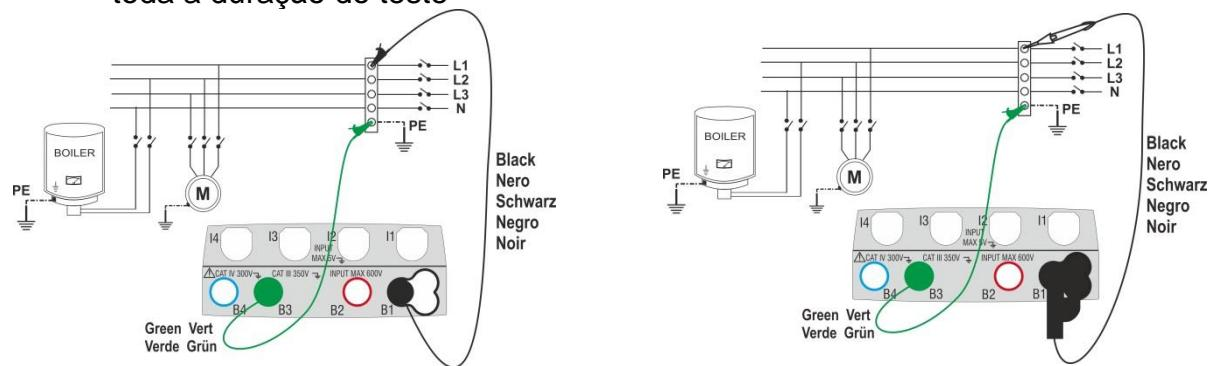

Fig. 8: Verificação do isolamento através de cabos individuais e ponteira remota
6. Conectar os crocodilos e/ou as ponteiras e/ou a ponteira remota às extremidades dos condutores em exame de acordo com as Fig. 8 e Fig. 9.